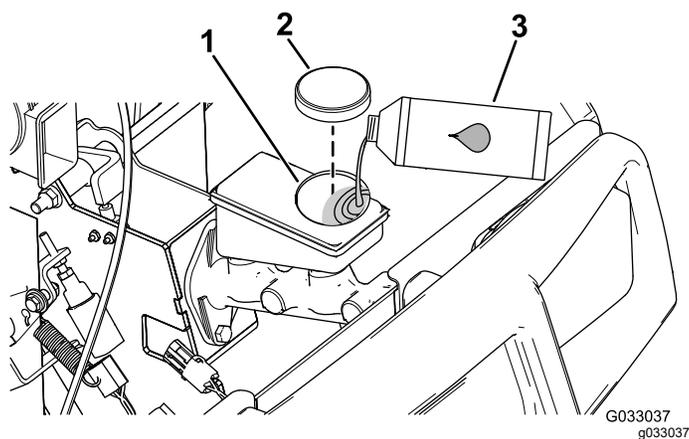

Figura 17
2. Eleve novamente o capot para obter acesso ao cilindro principal do travão e reservatório (Figura 17).
- A. Limpe a zona em redor da tampa do reservatório e retire-a (**Figura 17**).
- C. Coloque a tampa do reservatório (**Figura 17**).